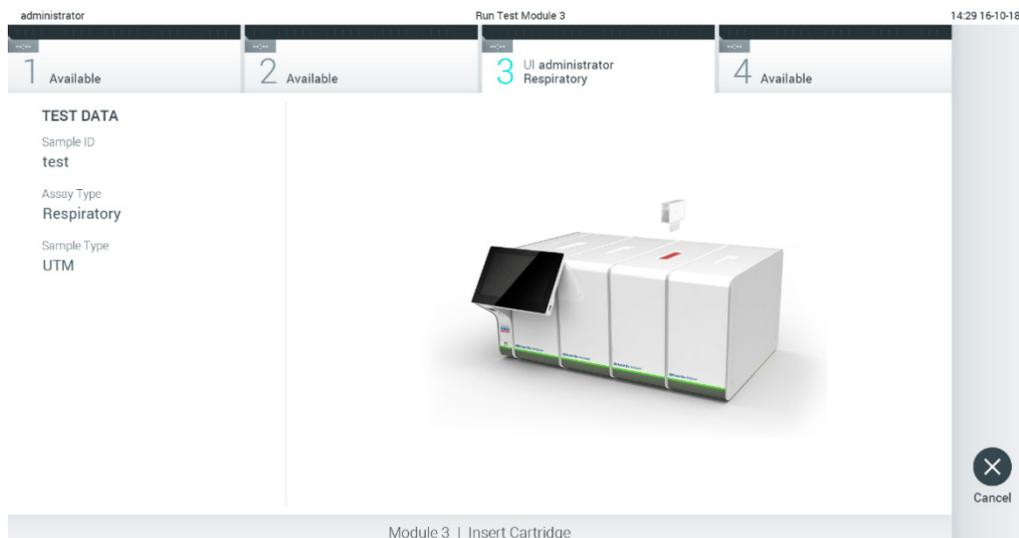

図 27.QIAstat-Dx アッセイカートリッジを QIAstat-Dx Analyzer 1.0 に挿入。
7. QIAstat-Dx アッセイカートリッジのスワブポートとメインポートのサンプル蓋がしっかり閉じていることを確認します。QIAstat-Dx Analyzer 1.0 の上部のカートリッジエントランスポートが自動的に開いたら、バーコードを左に、反応チャンバーを下に向けて QIAstat-Dx アッセイカートリッジを挿入します (図 27)。